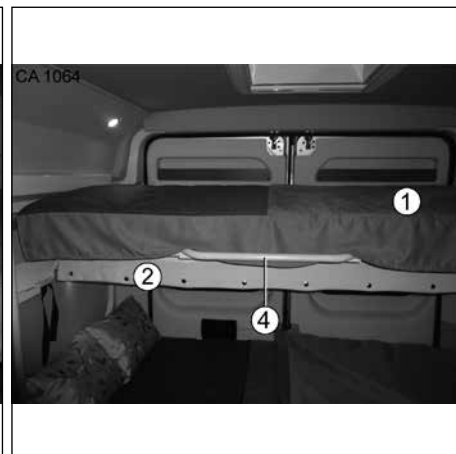

Fig. 27 Fälla ned den främre överslafen
### Fälla ned den främre sänghalvan (Fig. 27, pos. 2):
- Dra försiktigt ut den främre sänghalvan (Fig. 27, pos. 1) med hjälp av handtaget (Fig. 27, pos. 4), mot förarhytten, tills sängen är helt utdragen.
**Demontera och montera den bakre sänghalvan (Fig. 27, pos. 2):**
1. Demontera den främre sänghalvan (Fig. 27, pos. 1).
4. Lyft den bakre sänghalvan (Fig. 27, pos. 2) uppåt och vrid den så att den kan dras ut ur baddörrarna.